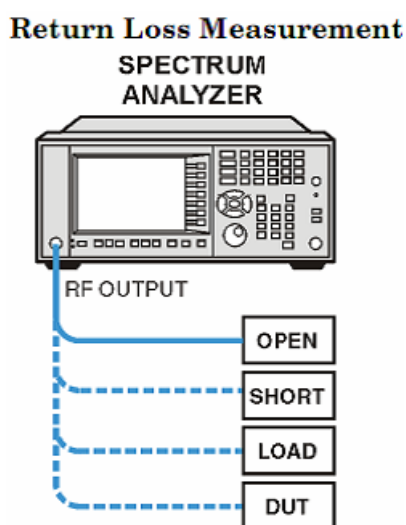

Figura 4: Conexiones para la prueba de pérdidas de retorno (return loss).
6. Conecte el cable de prueba (si se utilizara uno) y los dispositivos de calibración al conector RF Output del analizador como se muestra en la figura 4 (Si el dispositivo bajo prueba es de dos puertos, asegurarse de terminar el puerto no utilizado con la impedancia característica adecuada).